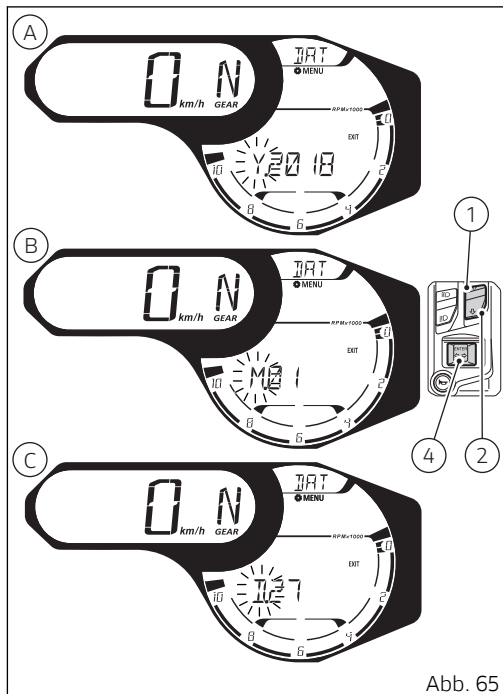

Abb. 65
Über die Tasten (1) und (2) die blinkende Angabe „Y.“ (A, Abb. 65) wählen und die Taste (4) drücken.
Wurde der gewünschte Wert erreicht, die Taste (4) drücken, dann wird die eingestellte Jahresangabe permanent angezeigt, während die Angabe „Y.“ wieder aufblinken (A, Abb. 65) wird.
Über die Tasten (1) und (2) die blinkende Angabe „M.“ (B, Abb. 65) wählen und die Taste (4) drücken.
Wurde der gewünschte Wert erreicht, die Taste (4) drücken, dann wird die eingestellte Monatsangabe permanent angezeigt, während die Angabe „M.“ wieder aufblinken (B, Abb. 65) wird.